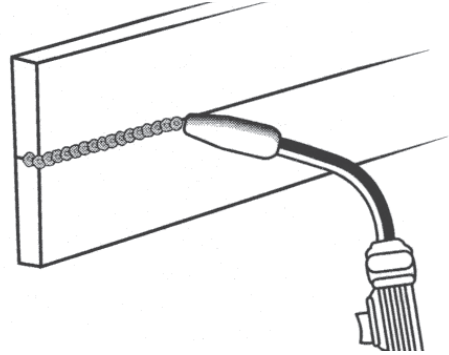

Figura 15. Posición Horizontal
2. POSICIÓN HORIZONTAL (Figura 15) es la siguiente en grado de dificultad. Se hace igual que la soldadura plana excepto que el ángulo B (ver POSICIÓN DE LA PISTOLA SOBRE LA PIEZA DE TRABAJO en la página 49) es tal que el alambre, y por lo tanto la fuerza del arco, se dirige más hacia el metal encima de la junta. Esto ayuda a que el charco de soldadura no escurra hacia abajo y se desplace con suficiente lentitud para lograr buena penetración. Un buen punto de partida para el ángulo B puede ser de unos 30 grados ABAJO de la perpendicular con la pieza de trabajo.